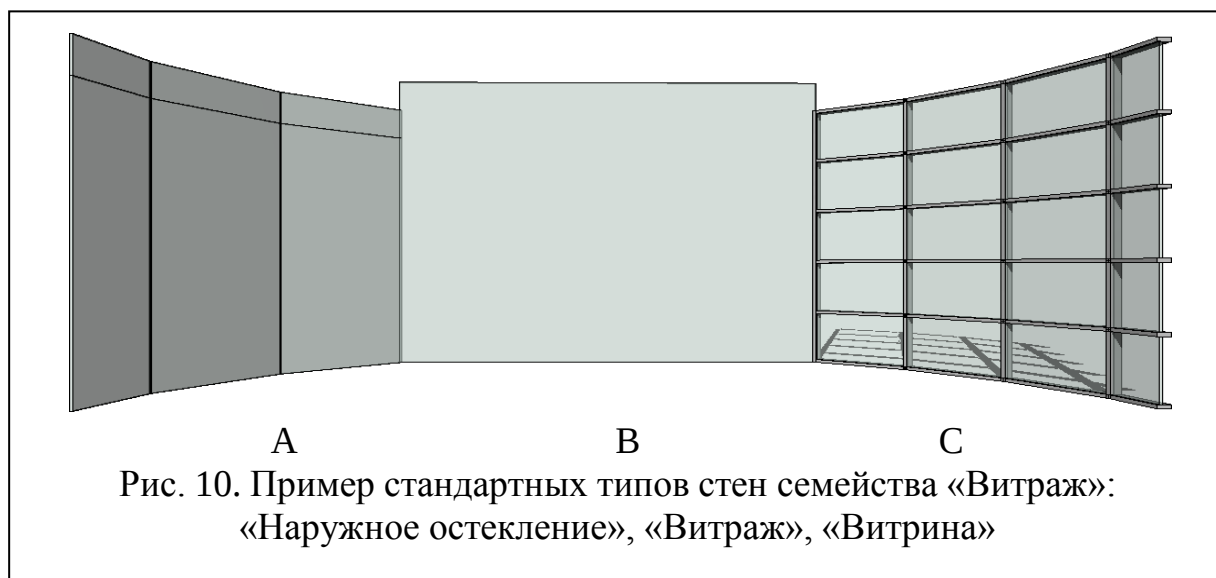

Рис. 10. Пример стандартных типов стен семейства «Витраж»: «Наружное остекление», «Витраж», «Витрина»
1. «Витраж» (рис. 10 В) – сплошное остекление, без элементов конструкций (импостов) и внутренней сетки, разбивающей поверхность на отдельные блоки/ячейки остекления (используется 1 ячейка на всю площадь). При вставке в обычную стену для формирования проема потребуется команда «Разрешить вырезание геометрии»;
2. «Витрина» (рис. 10 С) – шаг сетки 1524x2400, импосты прямоугольной формы 50x150. При вставке в обычную стену автоматически вырезает проем;
3. «Наружное остекление» (рис. 10 А) – шаг горизонтальных/вертикальных рядов сетки 1830х4000, импостов нет, проем не вырезает.